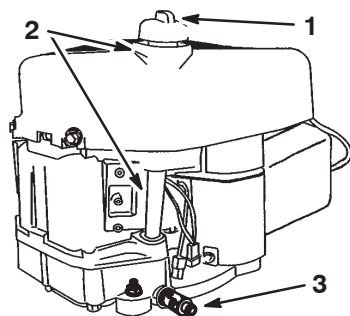

Figure 17
2. Nettoyez la surface autour de la jauge d'huile (Fig. 17) pour éviter que des impuretés ne s'introduisent dans le goulot de remplissage, ce qui risquerait d'endommager le moteur.
10. Nettoyez la surface autour de la jauge d'huile et dévissez le bouchon (Fig. 17).
11. Versez lentement environ 80% de la quantité d'huile spécifiée dans le goulot de remplissage (Fig. 17) (voir Changement de l'huile moteur et du filtre, page 21).